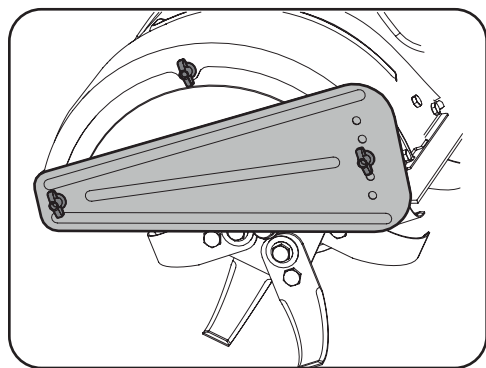

Figura 4-5
1. Saque las tres tuercas mariposas de cada lado de la cubierta de los dientes. Vea la Figura 4-5.